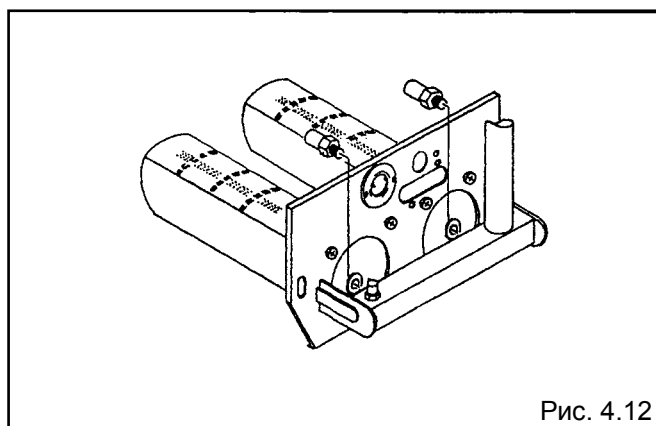

Рис. 4.12
- Снимите с горелки две форсунки для метана и замените их форсунками для сжиженного газа; установите прилагаемые алюминиевые прокладки (рис. 4.12).